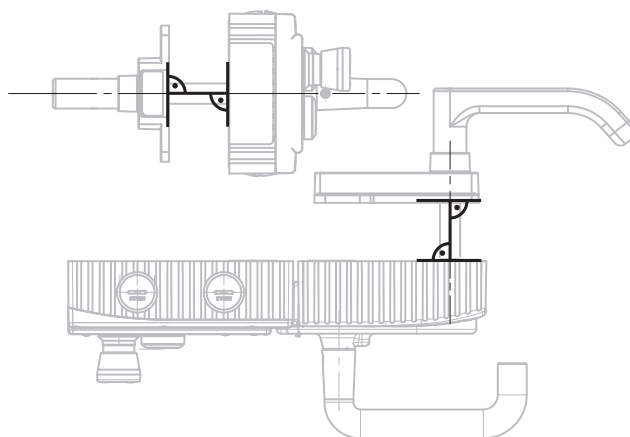
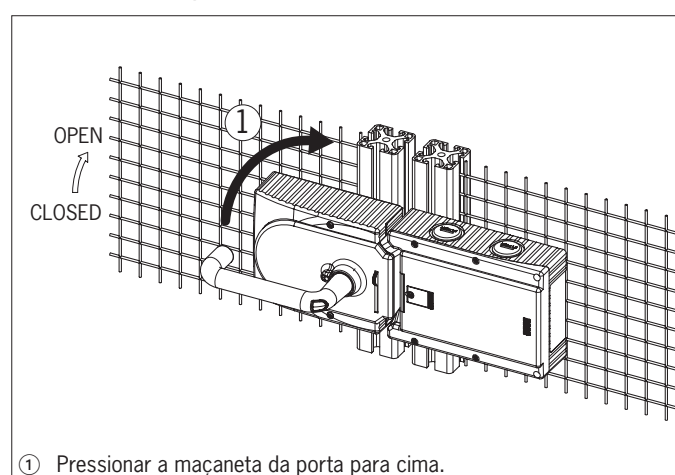
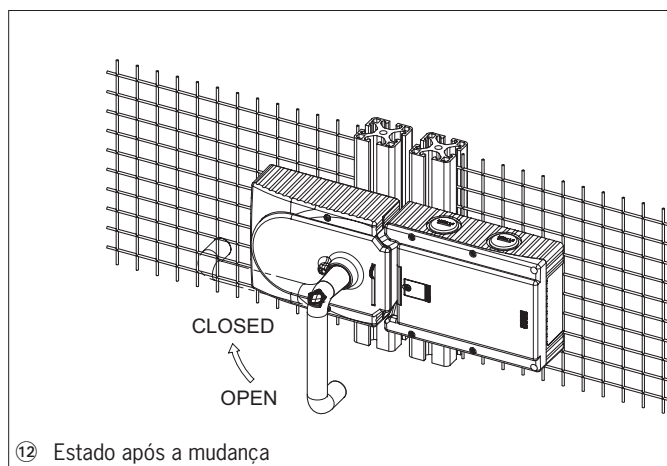

Fig. 7: Exemplo de montagem de uma porta com batente à direita (visão geral da representação)
Fig. 8: Mudar a direção de acionamento, passo ①
Fig. 13: Mudar o sentido de acionamento, estado final
- Alinhar o eixo do destravamento de fuga em ângulo reto, em relação ao módulo da maçaneta. Consultar Fig. 4 e Fig. 7.
Consultar as etapas de montagem em Fig. 7 e Fig. 8 até Fig. 13.
- Para as portas com batente à esquerda, o sistema é montado, por assim dizer, invertido. Isto é, o protetor abre-se, quando a maçaneta da porta for pressionada para cima (consultar Fig. 8). Por esta razão, a direção de acionamento da maçaneta da porta deve ser mudada (consultar Fig. 8 até Fig. 13).